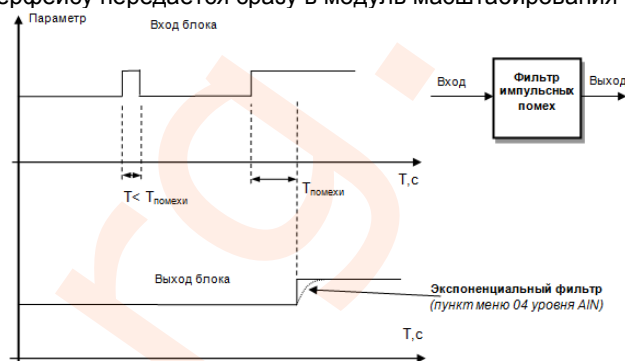

Рисунок 3.5 – Принцип работы фильтра импульсных помех и экспоненциального фильтра
1. Фильтр импульсных помех. Используется для подавления импульсных помех. Определяется параметром **AIN.05** «Максимальная длительность импульсной помехи». Если в каком либо цикле измерения технологического параметра обнаружено его изменение, то предполагается возможность действия помехи и выходной сигнал формируется (с учетом усреднения измерительных значений) по истечении установленного времени длительности помехи. (рис. 3.5). Работа данного фильтра вносит дополнительное транспортное запаздывание в систему регулирования, которое равно величине параметра «Максимальная длительность импульсной помехи». Поэтому всегда нужно стремиться минимизировать данный параметр.
4. Экспоненциальный фильтр (рис. 3.5). Фильтр используется для подавления помех, а также для подавления «дребезга» индикации (частых изменений показаний регулятора из-за колебаний входного сигнала). Определяется параметром **AIN.04** «Постоянная времени цифрового фильтра».